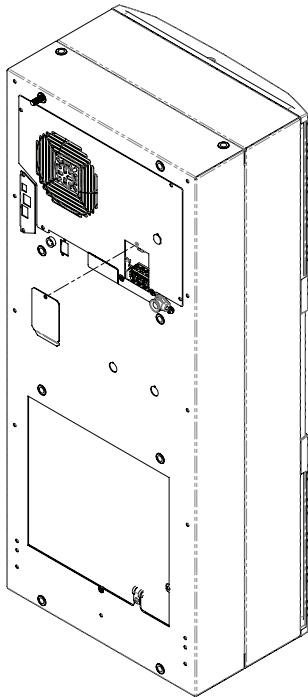

Abbildung 9
1. Lösen Sie die Schraube an der Zugangsklappe des Verdampfers und entfernen Sie die Zugangsklappe (siehe Abbildung 9).